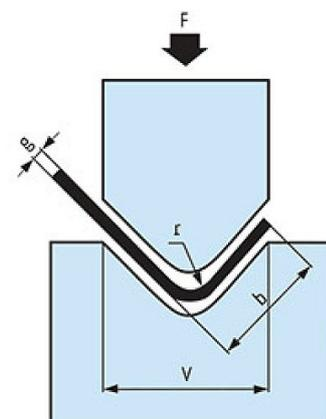

Abb. 19: Beschreibung Matrize und Stempel
- Schritt 7: Positionieren Sie den Positionierungsbegrenzer (Abb. 19, Pos. F) an dem Punkt, an dem sich die Biegung des Blechs befindet.